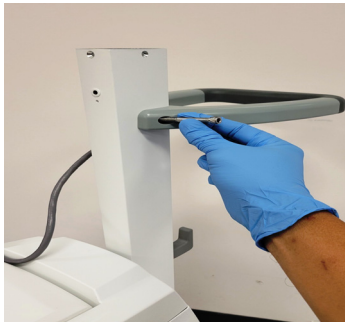

Figure 3.2. Fixer la poignée avec le boulon long et la vis centrale
1. Fixer la poignée à la colonne à l'aide du boulon long et de la vis courte fournis. Utiliser la clé Allen de 3/16 de pouce pour serrer solidement le boulon. Serrer la vis avec une clé Allen de 5/32 de pouce (voir la Figure 3.2). Ne pas soulever la console par la poignée.